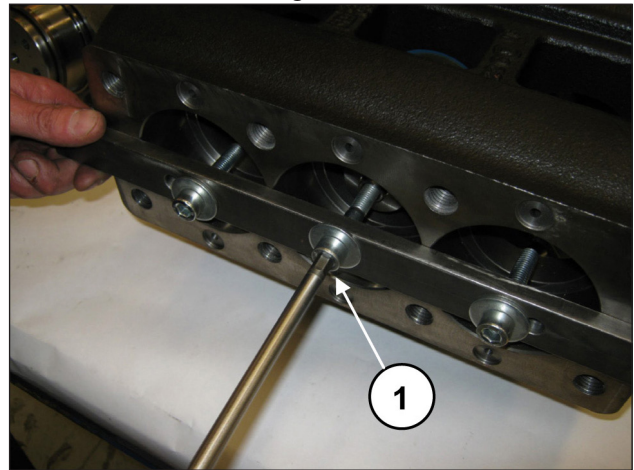
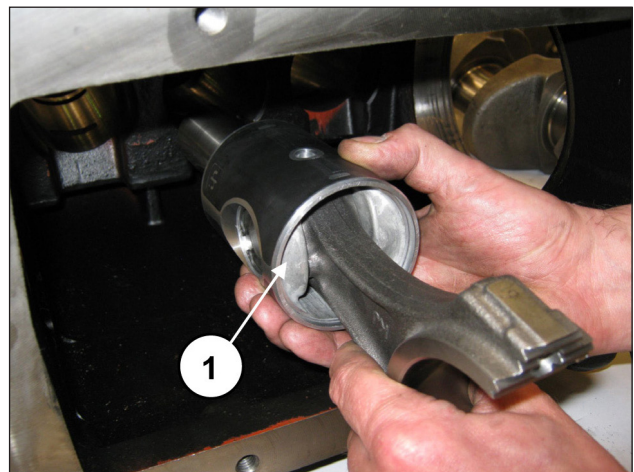
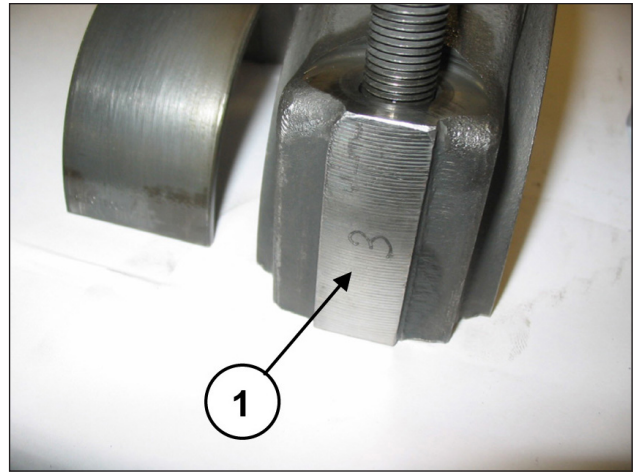

Abb. 32
Abb. 33
Abb. 42
Drehen Sie die Schrauben des Werkzeugs Art. 27566200 zum Lösen der Pleuelstangen ab (Pos. ①, Abb. 32) und ziehen Sie anschließend die Baugruppe Pleuelstange-Kolbenführung von der hinteren Gehäuseöffnung heraus (Pos. ①, Abb. 33).
Paaren Sie die Pleuelhälften mit den vorab ausgebauten Pleueldeckeln unter Berücksichtigung der Nummerierung (Pos. ①, Abb. 42).
Trennen Sie Pleueldeckel und Pleueihälften; die vorschriftsmäßige Paarung wird durch die seitliche Nummerierung garantiert (Pos. ①, Abb. 42). Nachdem Sie das Gehäuse auf perfekte Sauberkeit überprüft haben, setzen Sie die Baugruppe Pleueihälfte-Kleueiführung in die Buchsen des Gehäuses ein (Pos. ①, Abb. 33).
Arretieren Sie die drei Baugruppen mit dem entsprechenden Werkzeug Art. 27566200 (Pos. ①, Abb. 32). Montieren Sie vorläufig den Innenring der Pleueiführung (bis auf Anschlag an beiden Seiten der Welle) mithilfe des geeigneten Werkzeugs Art. 27604700 (Pos. ①, Abb. 47) (Pos. ①, Abb. 48).